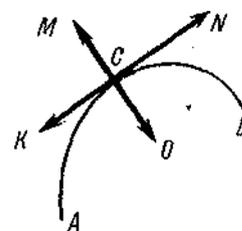

Рисунок 2
3. Точка движется из A в B по траектории, указанной на рис. 2. Укажите направление скорости точки C .